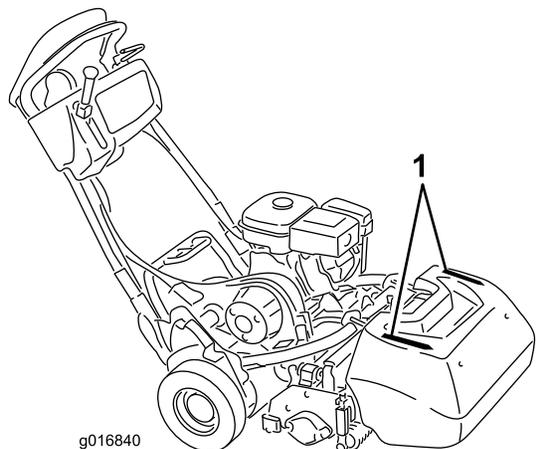

図 31
- 真っ直ぐに刈るコツの一つは、集草バスケットについているマークを目安にして、となりの刈り跡と平行に、常に一定の距離をおいて歩くことです 図 31。